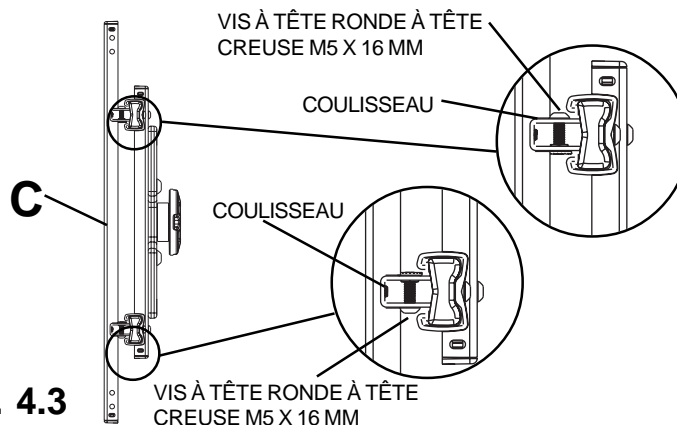

fig. 4.3
4-4 Afin d'éviter de rayer l'écran, posez un morceau de tissu sur une surface plane et de niveau qui peut supporter le poids de l'écran. Placez l'écran à plat, tourné vers le bas. Consultez les instructions du fabricant de l'écran pour retirer les boutons, la base, le couvercle ou la/les vis à l'arrière de l'écran pour le montage des supports de l'écran (C). Ajustez les supports de l'écran (C) pour les aligner avec les trous de montage de l'écran comme illustré à la Figure 4.4. Choisissez les vis de taille petite, moyenne, grande ou très grande dans le paquet de fixations puis attachez les supports d'écran (C) à l'écran en respectant la Figure 4.5 ou 4.6 à la page 39. Serrez les vis des coulisseaux M5 x 16 mm comme illustré à la Figure 4.3.